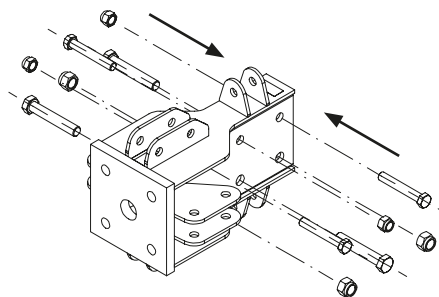

Fig. E1.05a
3. Equipaggiare nuovamente i componenti VST con i dispositivi di fissaggio. (Fig. E1.05a + E1.05b)